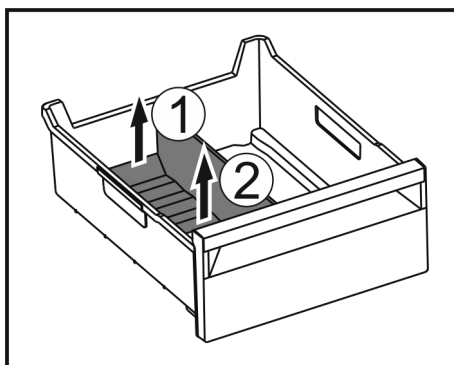

Fig. 138
- Emelje meg a jégrekesz-eltávolító hátsó részét. Fig. 138 (1)
- Vegye ki a jégrekesz-eltávolítót felfelé. Fig. 138 (2)